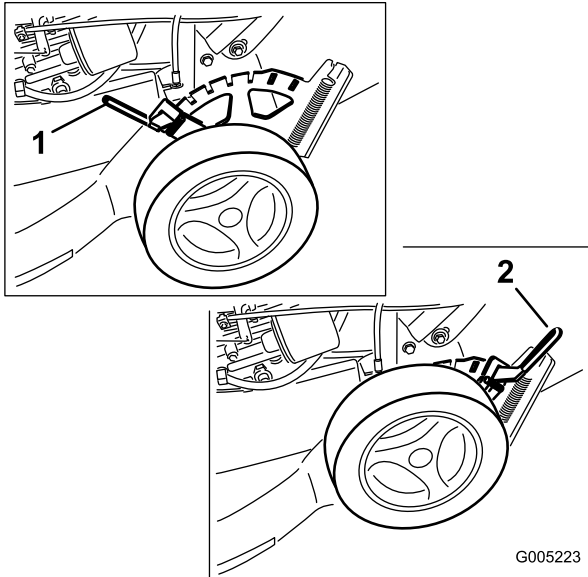

Figura 17
leva di regolazione dell'altezza delle ruote, situata sopra la ruota posteriore sinistra (Figura 17).
1. Estraete la leva di regolazione dell'altezza delle ruote posteriori e spostatela nella posizione opportuna (Figura 17).